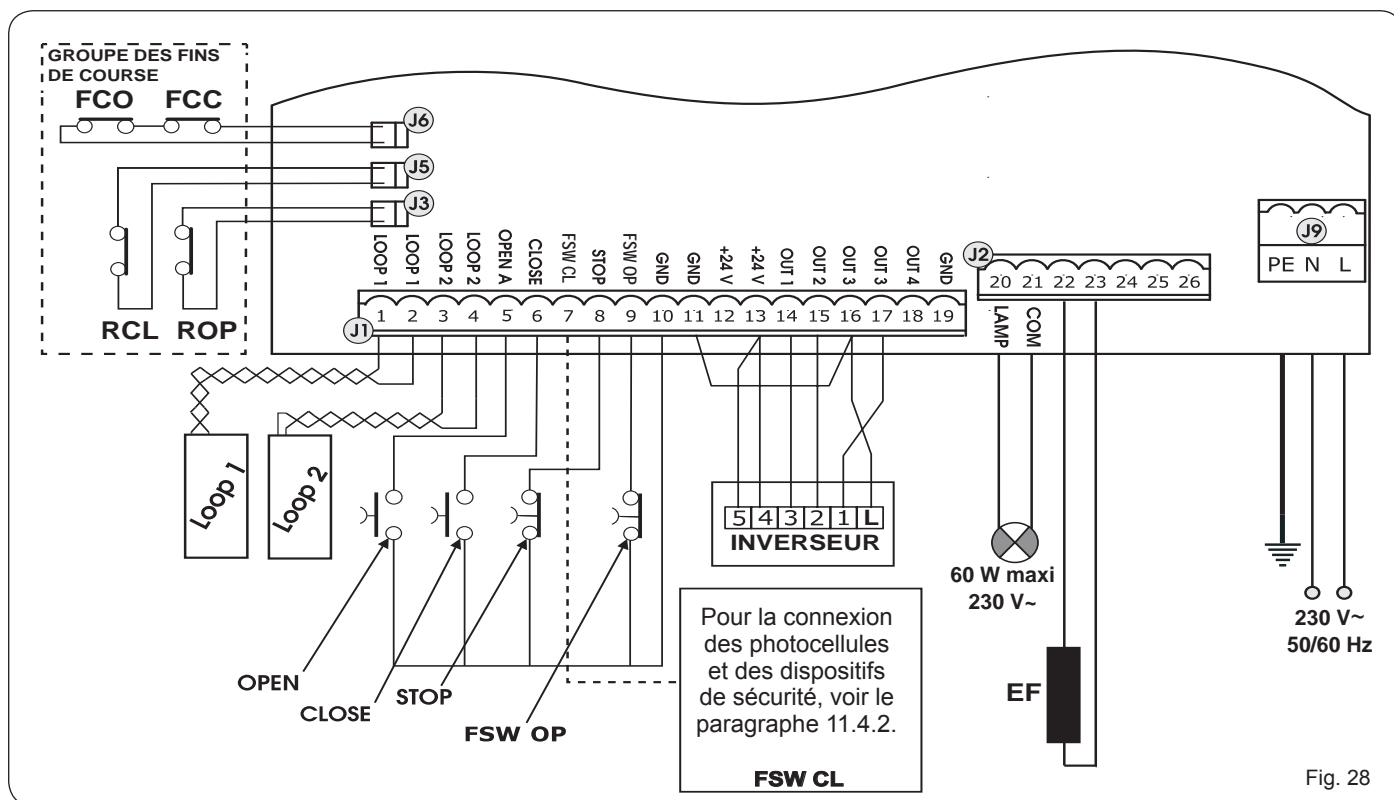

Fig. 28
- Connecter le câble de terre à la borne prévue sur le connecteur J9 de l'armoire (voir fig.28).
**11.4.1 BORNIER J1 - ACCESSOIRES (FIG. 28)**
**⚠** Pour ne pas compromettre le fonctionnement du système, ne pas dépasser la puissance indiquée dans la fig. 28.
**11.4.4 BORNIER J2, LAMPE CLIGNOTANTE (FIG.28)**
**11.4.6 Connecteur J3, J5- fin de course en ouverture et fermeture (FIG. 28)**